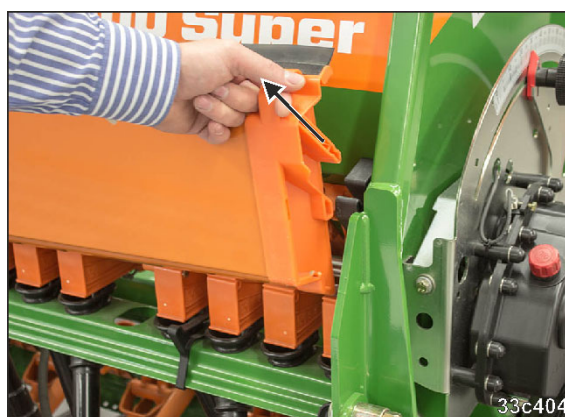

Fig. 135
1. Trekk kalibreringstrauene (Fig. 135) ut av holderne.